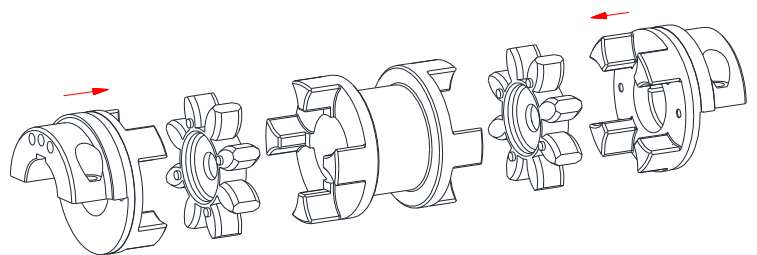

Fig. 12 : Montage des moyeux, des anneaux et de l'entretoise DKM-H
- Assembler les moyeux avec les anneaux et l'entretoise DKM-H (voir fig. 12).